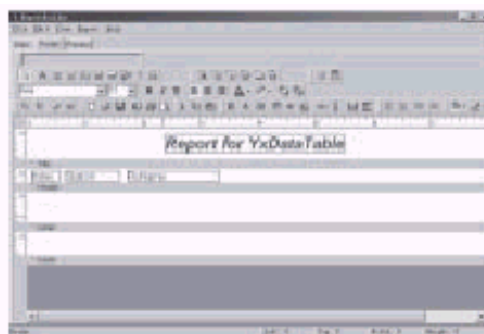

Fig. 8-14 Diseño del Encabezado del Reporte
3.2 Diseño del Encabezado del Reporte. Por ejemplo, como en la Fig. 8-14, diseñe las **etiquetas** como Índice, Estación, Nombre del Array Logic y así sucesivamente.